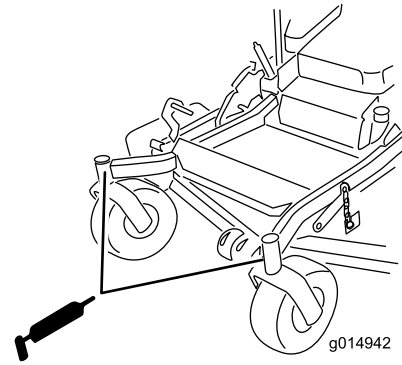

Figure 42
9. Sortez le graisseur Zerk du trou. Remettez le bouchon hexagonal et le capuchon antipoussière en place (Figure 42).
10. Graissez les roulements des roues pivotantes (Figure 42).